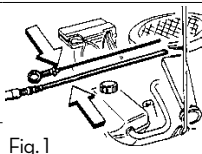

Fig. 1
- A** Dopo aver tolto l'asta di controllo livello dal motore verificarne la lunghezza. Per avere una indicazione precisa di quanto deve penetrare la sonda è utile accostare l'asta di controllo livello alla sonda stessa (Fig. 1).